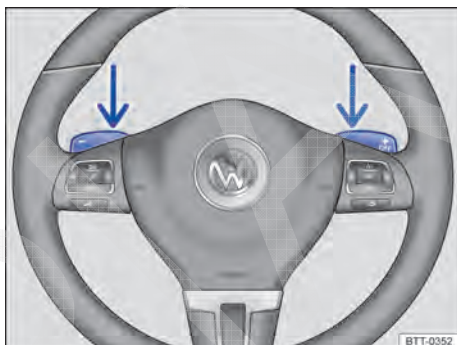

Fig. 146 Volante com 2 seletores basculantes do Tiptronic.
- No programa de condução **D**, **S** ou no curso do Tiptronic, acionar os seletores basculantes no volante ⇒ **Fig. 146.**